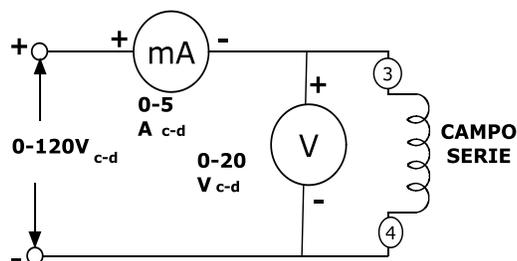

Figura 1-2.
8. Conecte el circuito de la **Figura 1-2**.
a) Este es el mismo circuito de la **Figura 1-2**, excepto que el devanado de la armadura (más las escobillas) han reemplazado al devanado de campo serie.